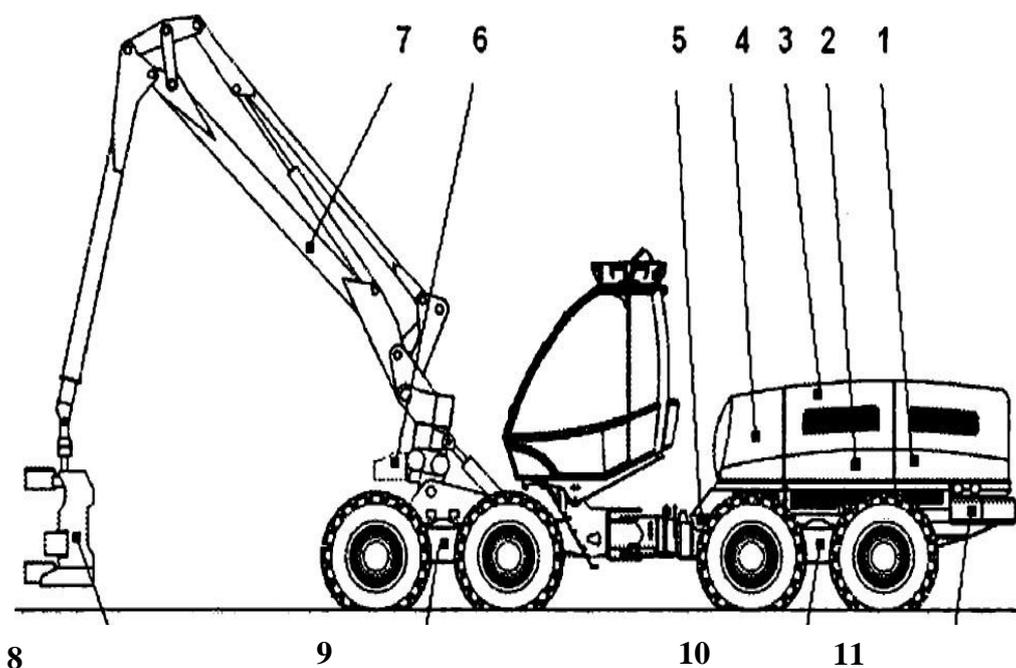
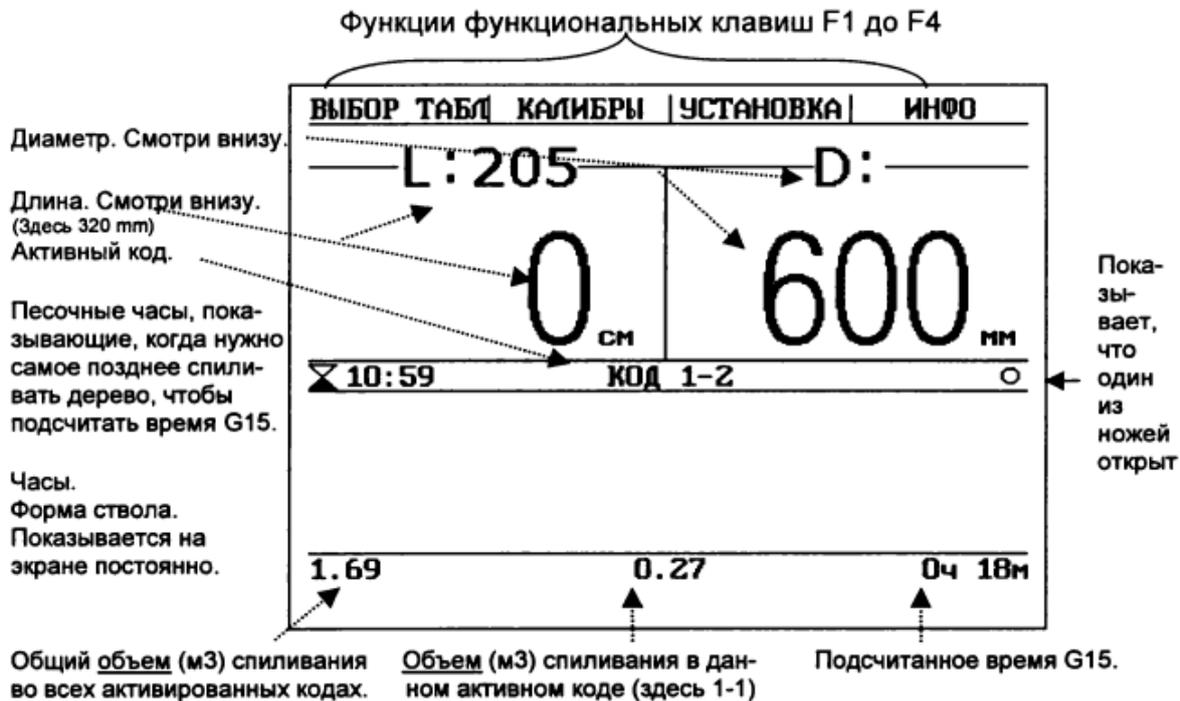

Рис. 1. Основные узлы машины:
Рис. 7. Подменю параметров раскряжевки
Основные узлы харвестера представлены на рис. 1.
1. Меню для функциональных клавиш от «F1» до «F4». При выходе в меню (любая клавиша позиции рис. 1) поверх экрана будет выводиться подменю, представлено на рис.7.
4. Номер таблицы и кода сортимента. На данном примере – таблица номер 1 и строчка номер 1 в этой таблице, основные характеристики этого сортимента отображаются в позиции 2 к рис. 7.
8. Заготовленный объем (м³) для данной таблицы. Общий объем для всех видов сортиментов данной таблицы (рис. 7).